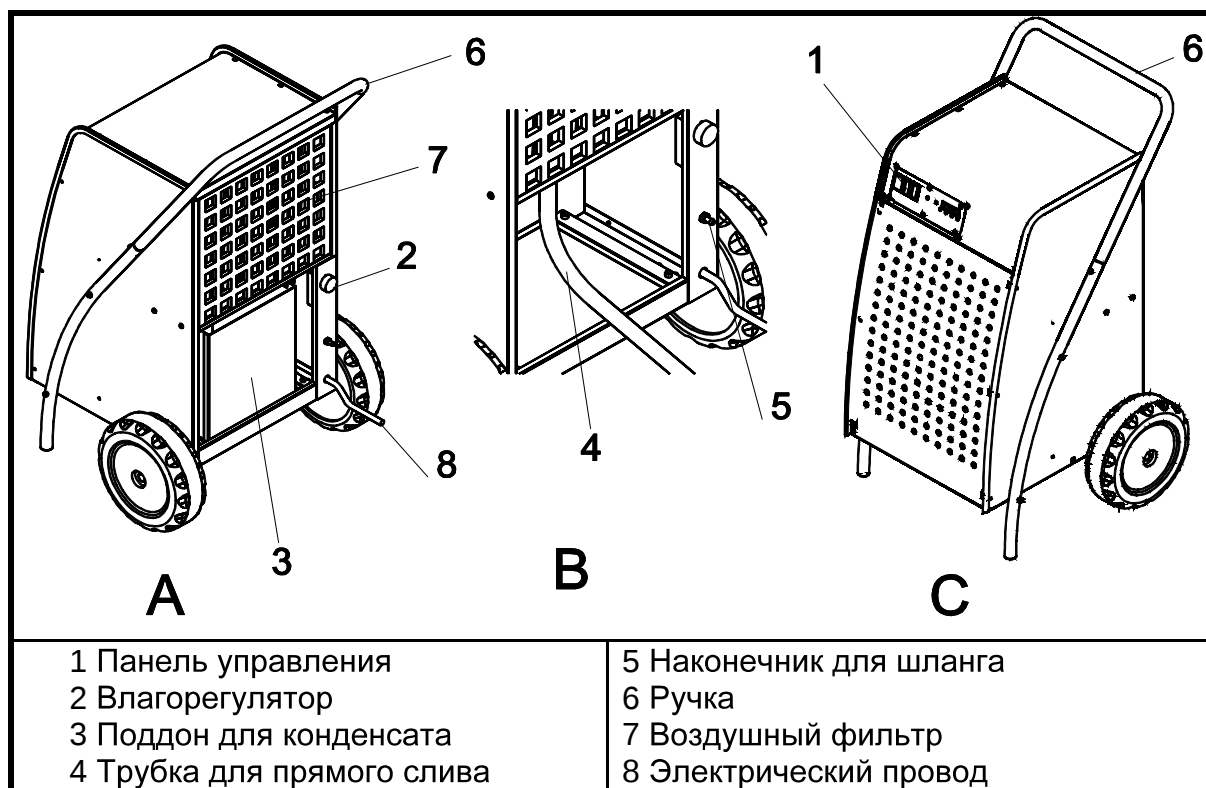
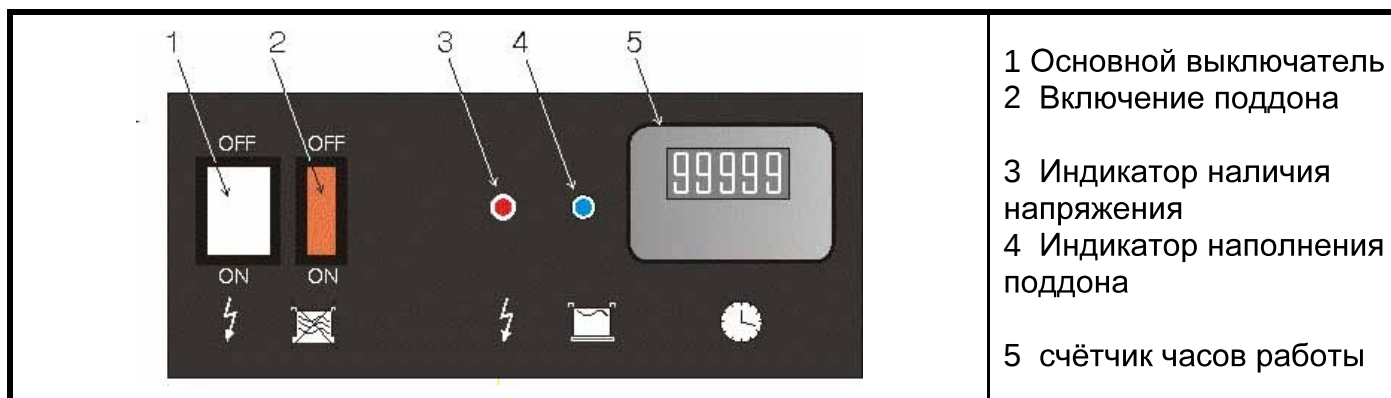
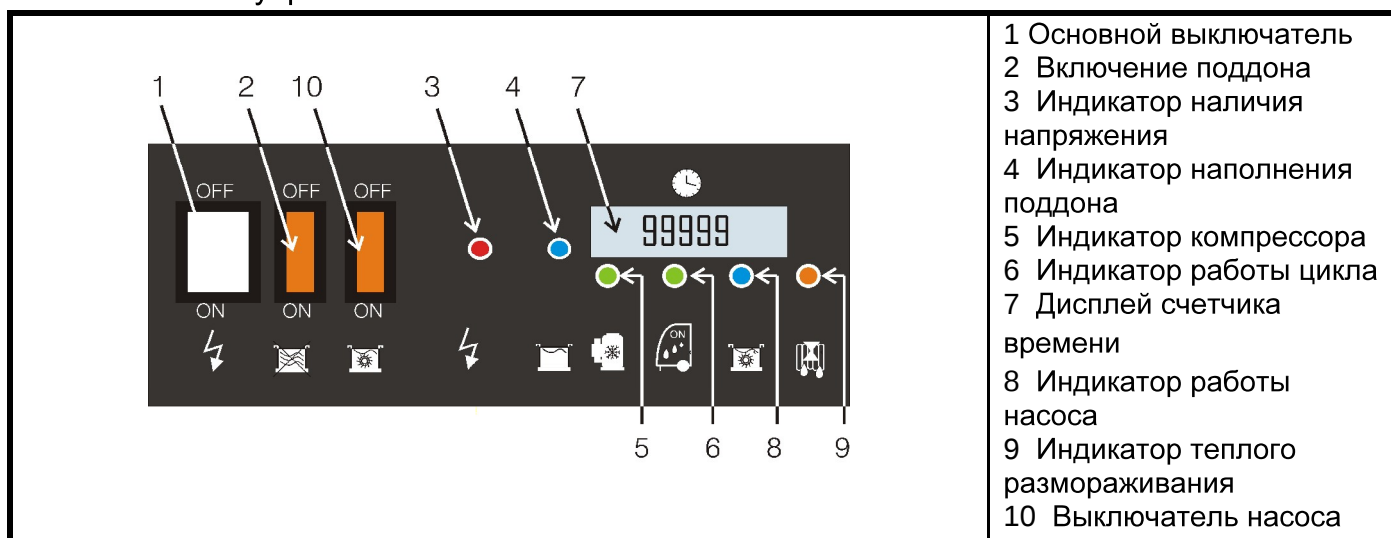

Рис. 3 Виды
Рис. 5 Панель управления EFT 400 BASE
Fig. 7 Панель управления EFT PLUS все модели
и в меньшей мере от вентилятора 4. Таким образом, воздух на выходе осушителя получается с большей температурой, чем на входе. Температура увеличивается приблизительно на 5°C. Воздух, циркулируя в установке, уменьшает свою влажность, обеспечивая быстрое и равномерное осушение. В следующих параграфах мы подробно рассмотрим роль всех компонентов, изображенных на Рис.2. Рис. 3 показывает внешний вид машины с положением основных элементов.
Со ссылкой на рис. 3, машина поставляется в картонной упаковке, установленной на деревянном поддоне, что облегчает транспортировку и защищает от повреждений. На внутренней стороне прикреплена ручка 6 со своими крепежными винтами и данная инструкция.
Со ссылкой на рис. 3, прежде чем начинать установку и в запуск приспособления рекомендуем ознакомиться со следующими указаниями и предупреждениями:
- в случае прямого опорожнения, осуществляемое посредством трубки 4 (рис. 3) удостоверяться, что разница между точкой соединения с машиной и точкой разгрузки достаточная, чтобы гарантировать разгрузку конденсатов под действием силы тяжести; в противном случае может случиться «затопление машины»; для серии EFT PLUS эта проблема не стоит, если выбирается функционирование вместе с насосом, в дополнение с резиновой трубкой 5 (рис. 3).
- Нажать общий выключатель 1 (рис. 5, 6 и 7), помещая его в положение СОСТОЯНИЕ "ВКЛ" и убедиться, что загорелась индикаторная лампочка шпидона присутствия напряжения 3;
- Указать желаемую относительную влажность, вращая рукояткой влагорегулятора (рис. 3 и 4); если влажность среды будет ниже чем установленная, машина не запустится.
Во время начала цикла осушения, то есть только, если влагорегулятор активен, загорается лампочка 6 активного цикла и, по прохождению времени, зависящего от модели машины происходит стандартное размораживание. когда запускается газовый компрессор, загорается лампочка 5. Включение лампочки 6 показывает, что счетчик подсчитывает время работы машины. Внимание: на модели EFT400 BASE (рис. 5) не отмечено состояние активного цикла и включения компрессора, все же наличие влагорегулятора определяет подсчет времени работы, то есть состояние цикла.
После определенного времени работы электронная плата на корпусе машины определяет временную остановку вентилятора и открытие электроклапана обводного канала конденсатора, в то время как компрессор продолжает распространять горячий газ столько времени, сколько необходимо для того, чтобы разморозить возможные обледенения, сформированные на испарителе газа хладагента. Устройство SMART DEFROSTING по средствам электронной платы устанавливает оптимальную продолжительность фазы размораживания. Такой способ размораживания позволяет работать при температурах воздуха до 0,5°C. На этих моделях начало фазы размораживания показано включением лампочки 9 (рис. 7).
Все модели серии EFT снабжены чашей, поддоном для собирания конденсата, параметры которой приведены в таблице 2 главы 8. Чаша расположена на эластичной поддержке, таким образом, что измеряя максимальный вес наполненной чаши, посылает сигнал для включения лампочки 4 (Рис. 5, 6 и 7) полной чаши и машина останавливается, в ожидании пока она будет опустошена вручную. Такой способ функционирования предполагает, что выключатель 2 (рис. 5, 6 и 7) будет в положении OFF.
Все модели серии EFT имеют возможность непрерывного слива конденсата под действием силы тяжести. Чтобы воспользоваться таким способом, достаточно убрать поддон и присоединить гибкий шланг достаточной длины и диаметра (см. рис. рядом) к наконечнику для шланга (4 рис. 3 В). Затем необходимо перевести переключатель 2 в положение ON (рис. 5, 6 и 7), чтобы выключить устройство взвешивания. Иначе машина не будет запускаться.
□ При этом способе необходимо, чтобы выключатель 2 находился в позиции ON (рис. 5, 6 и 7); иначе машина не будет запускаться.
Чтобы использовать данный способ - достаточно, присоединить гибкий шланг необходимой длины и диаметра (см. рис.) к внешнему наконечнику 5 (рис. 3 В) и перевести выключатель 10 (рис. 7) в положение ON, чтобы активизировать контроль насосного цикла. Контролировать, кроме того, что бы выключатель 2 (рис. 5, 6 и 7) был в OFF положении, чтобы система взвешивания, которая в свою очередь управляет насосным циклом, не была выключена. Таким способом, при наполнении чаши, электронная плата активизирует насосный цикл до полного опустошения поддона, отмечается данная фаза включением лампочки 8 (рис. 7). Цикл повторяется постоянно, используя насос для короткого времени, необходимого для опустошения поддона.
!Прежде, чем активизировать насосный цикл выключателем 10 (Рис. 7) удостоверьтесь, что труба слива надежно связана с держателем трубы 5 (Рис. 3 В); используйте крепеж для трубы в случае необходимости; возможные перепады давления могут сорвать трубу и вызвать затопление.